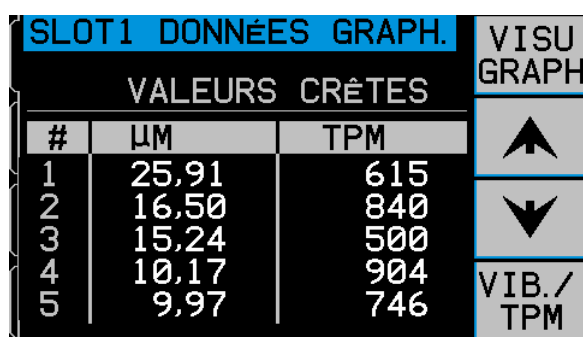

Figure 21
- 1) VIEW DATA (APERÇU DES DONNÉES). Appuyez sur ce bouton pour modifier l’affichage en liste de valeurs de sommets de vibrations (figure 21). Il s’agit des 20 valeurs (ou moins) les plus élevées enregistrées dans la plage sélectionnée. Le bouton VIB./RPM (VIB./VIT. ROT.) de cet écran, trie l’ordre de ces valeurs en permettant de les classer par niveau de vibration ou de vitesse de rotation Les boutons fléchés sont utilisés pour faire défiler les valeurs, vers le haut ou vers le bas. Le bouton VIEW PLOT (APERÇU DU TRAÇAGE) renvoie à l’écran du dernier graphique enregistré.